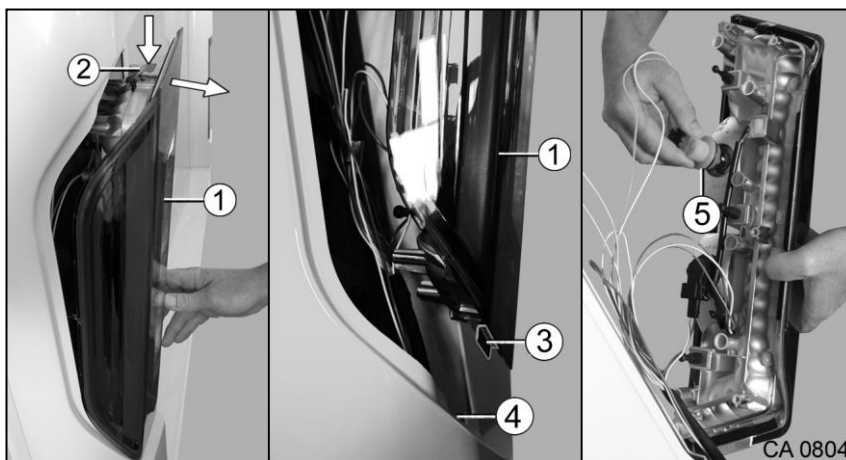

Fig. 181 Remplacement de l'ampoule sur le support de feu arrière
Si, lors du changement d'ampoule sur le support de feu arrière (Fig. 181/1) on travaille avec un outil non approprié ou si le câble est trop sollicité, il y a risque de détérioration.
Ne pas laisser pendre le support de feu arrière (Fig. 181/1) par les câbles !
1. Tirer le support de feu arrière (Fig. 181/1) en haut en dehors jusqu'à ce que le clip de fixation (Fig. 181/2) soit visible.
2. Pousser le clip de fixation (Fig. 181/2) vers le bas tout en sortant encore davantage le support de feu arrière (Fig. 181/1).
3. Soulever le support de feu arrière (Fig. 181/1) et retirer l'entretoise (Fig. 181/3) hors de l'évidement (Fig. 181/4).
4. Enlever prudemment le support de feu arrière (Fig. 181/1), bien le tenir et le déposer dans un endroit approprié.
5. Tirer le culot de lampe (Fig. 181/5) enfiché en dehors et remplacer l'ampoule défectueuse.